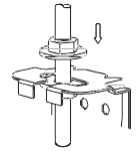

Abb. 1-5
- Befestigen Sie die Klimaanlage ordentlich durch Anziehen der Muttern, nachdem Sie die Position des Hauptteils gut justiert haben. (Siehe Abb. 1-5)